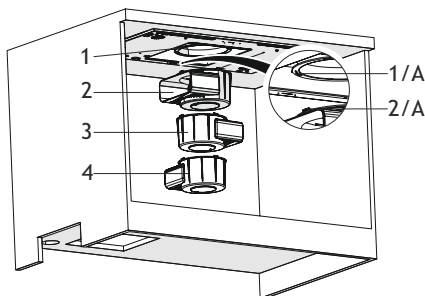

Fig. 16
3. ➡ ■ Placér nu beholderen med monteringsbenene op mod (Fig. 16- 2/A), monterings-hullet hvor monteringsbenene kan gå i (Fig. 16 - 1/A) og tryk nu beholderen op i hullet for at klikke/dreje den fast (Fig. 16).